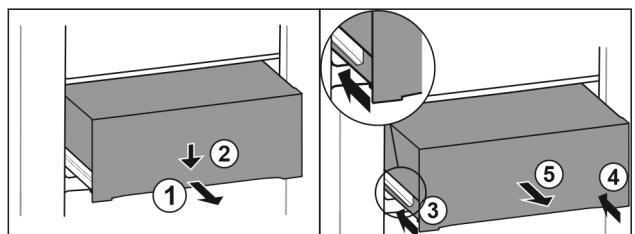

Fig. 93
- ▶ 将抽屉拉出一半。Fig. 93 (1)
- ▶ 朝下按压正面的抽屉。Fig. 93 (2)
- ▶ 将左侧轨道推入大约 2 cm。Fig. 93 (3)
- ▶ 将右侧轨道推入大约 2 cm。Fig. 93 (4)
- ▶ 朝前取出抽屉。Fig. 93 (5)